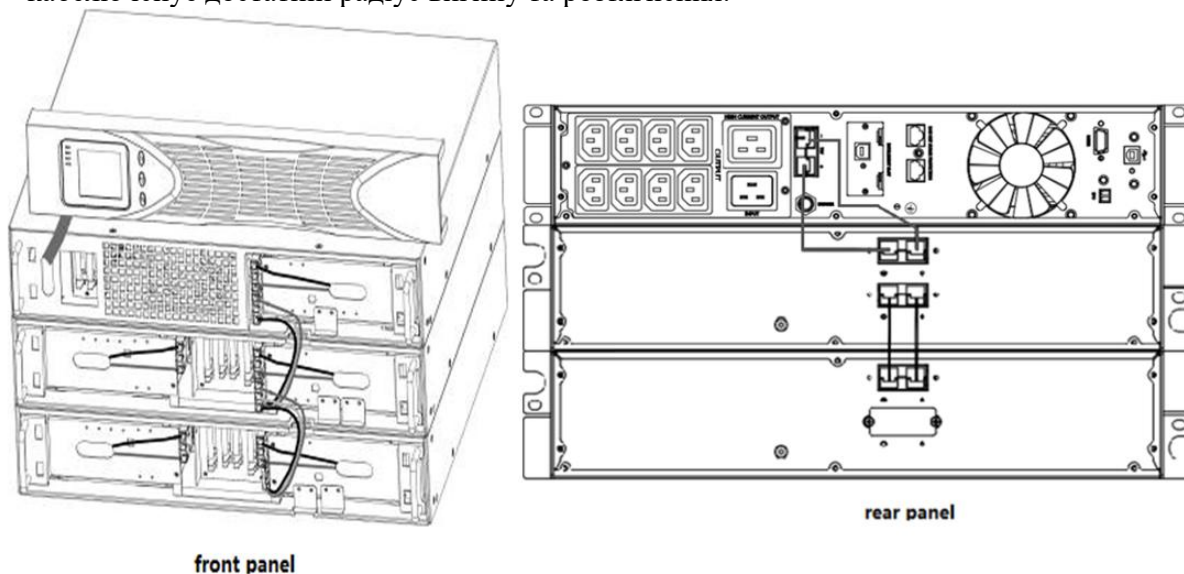

Рисунок 10 Типова установка зовнішнього комплекту акумуляторів
c) Для нижнього (або єдиного) зовнішнього комплекту акумуляторів видаліть заглушку кабелю зовнішнього комплекту акумуляторів у верхній частині передньої кришки зовнішнього комплекту акумуляторів. Див. Рисунок 10 для розташування верхньої заглушки кабелю зовнішнього комплекту акумуляторів.
d) Якщо встановлено більше одного зовнішнього комплекту акумуляторів, для кожного додаткового зовнішнього комплекту акумуляторів видаліть заглушку кабелю зовнішнього комплекту акумуляторів у верхній і нижній частині передньої кришки зовнішнього комплекту акумуляторів. Див. Рисунок 10 щодо розташування заглушок кабелю зовнішнього комплекту акумуляторів.